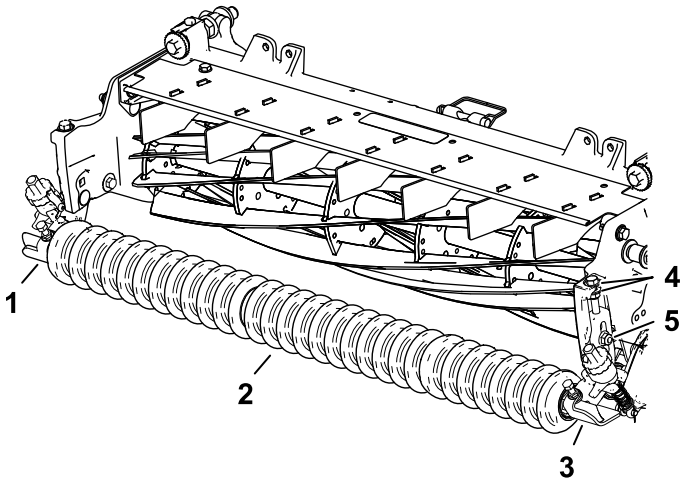

图10
1. 使用之前卸下的托架螺栓将左、右剪草高度支架组件和前滚筒组件松散地安装到滚刀组侧板上图10。